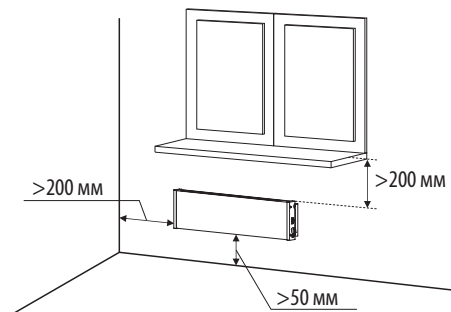

Рисунок 4. Размещение конвектора
6.1. Для нормальной работы конвектора необходимо обеспечить: расстояние до пола – не менее 50 мм, до боковой стены, мебели – не менее 200 мм, свободное пространство над конвектором – не менее 200 мм (см. Рис. 4).